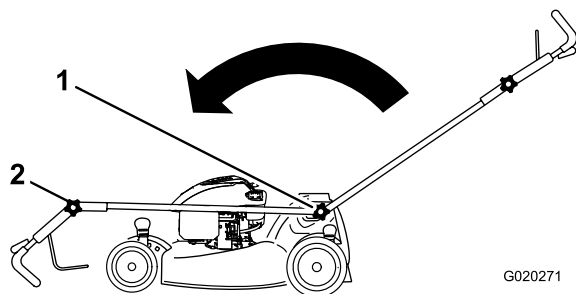

Figura 42
- Afloje los dos pomos que sujetan el manillar al chasis hasta que pueda mover el manillar libremente (Figura 42).
1. Pomo del manillar (2) 2. Pomo del manillar superior
2. Mueva el manillar hacia adelante según se indica en Figura 42.
3. Afloje el pomo del manillar superior y pliegue el manillar superior, según se muestra en Figura 42.